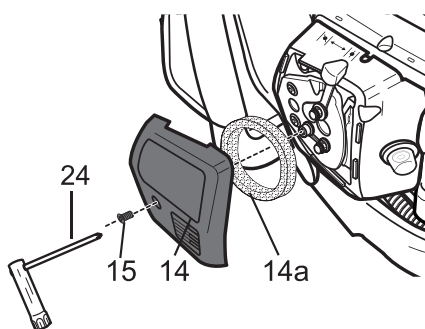

Fig. 26
- > Ouvrez le boîtier de filtre à air en dévissant la vis de fixation (15) avec le tournevis (25).
- > Enlevez la vis, le couvercle (14) et retirez le filtre (14a) (Fig. 26).